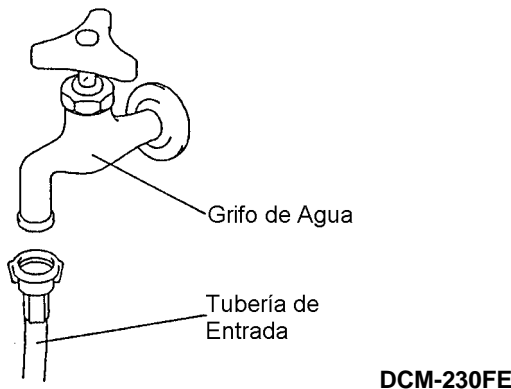

Fig. 3b
- 3) Instalar el otro extremo de la tubería de entrada al grifo de agua, comprobando que la arandela está colocada correctamente antes de apretar con la mano según se indica anteriormente. Ver Fig. 3b